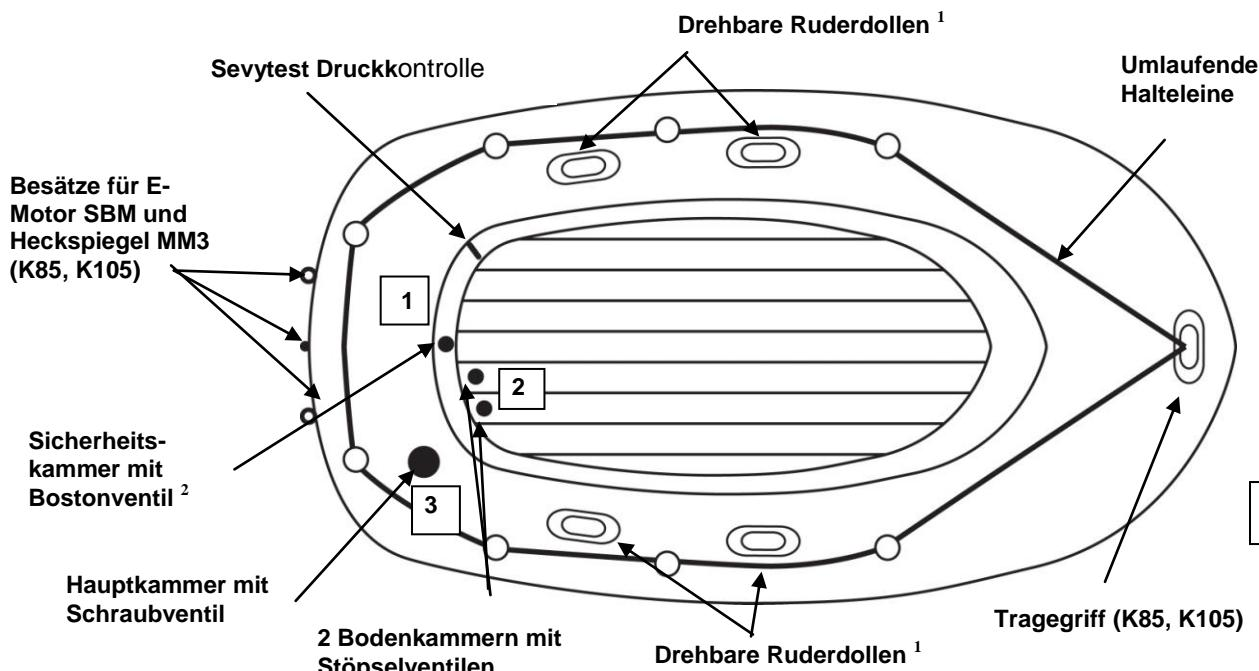

Abb. 1
- Bostonventil(e) (siehe Zeichnung): Schrauben Sie die Ventilverschlusskappe (1) ab. Schrauben Sie den Ventilkörper (2) in die Basis (3) und prüfen Sie, ob die Verschlusskappe zugänglich bleibt. Verbinden Sie das Schlauchende der Pumpe mit dem Ventil (verwenden Sie den passenden Adapter der Pumpe) und pumpen Sie die Kammer bis zum erforderlichen Betriebsdruck auf (siehe Punkt 3). Nach dem Aufpumpen die Ventilverschlusskappen fest anziehen (im Uhrzeigersinn). **HINWEIS:** Ein leichter Luftverlust kurz vor Verschließen der Ventilkappen ist völlig normal. **Nur die Ventilverschlusskappen können die eigentliche Luftdichtigkeit sicherstellen.**
2. Pumpen Sie das Boot in der Reihenfolge auf, wie auf dem Typenschild aufgedruckt (siehe auch Abbildung 1 – Nummerierung der Ventile).
3. Maximaler Betriebsdruck: Der korrekte Betriebsdruck für dieses Produkt beträgt 0,06 bar (= 60 mbar) und darf nicht überschritten werden. Ihr Badeboot ist mit der SEVYTEST Druckkontrolle ausgestattet. Diese zeigt an, wie weit aufgepumpt (gedehnt) werden darf. Zuerst die Innenkammer (siehe Abbildung 1) bis zur Markierung „+“ aufpumpen, dann die Hauptkammer (siehe Abbildung 1) bis zur Markierung „-“ aufblasen. Bei Überdruck lassen Sie langsam etwas Luft ab, bei Unterdruck pumpen Sie weiter auf. **Anmerkung:** Nach mehrmaligem Aufpumpen hat sich der Bootskörper so weit gedehnt, dass sich der SEVYTEST nicht mehr zurückstellen wird. Die Funktion des SEVYTEST ist damit jedoch weiter gegeben, denn es ist grundsätzlich darauf zu achten, dass der Zeiger nicht wesentlich über die jeweilige Markierung hinaus wandert.